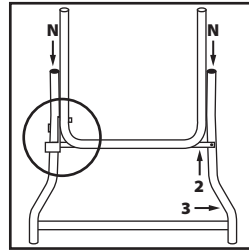

Fig. 6
- Asegúrese de que el componente **4** está situado de forma correcta y que el cerrojo del componente **3** se engancha en el gancho de cerrojo del componente **4** correctamente **(Fig. 6)**.